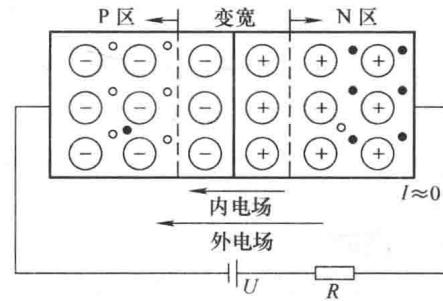

图 1-15 PN 结外加反向电压
2) PN 结外加反向电压 在 PN 结的 P 端接低电位，N 端接高电位，称 PN 结外加反向电压，又称 PN 结反向偏置，简称为反偏，如图 1-15 所示。外加电场与 PN 结形成的内电场方向相同，P 区的多子空穴（相当于正电荷）顺着外电场方向向 P 区运动，使负离子数量增多，靠近 PN 结空间电荷区的电中和被破坏；N 区的自由电子（多子且为负电荷），逆着外电场方向向 N 区运动，使正离子数量增多，这样就使得内电场的正负离子数都增多，耗尽层变宽加厚，内电场被加强。但空穴与电子不能完全复合，正负离子数达到最少量时，PN 结停止变宽，内电场达到最强程度，形成反向饱和压降（很大）。多子在外电场作用下的定向扩散运动受阻，少子的漂移运动形成极小的反向电流，几乎不能算作导通，称为截止状态。反向饱和电流方向由 N 区指向 P 区。